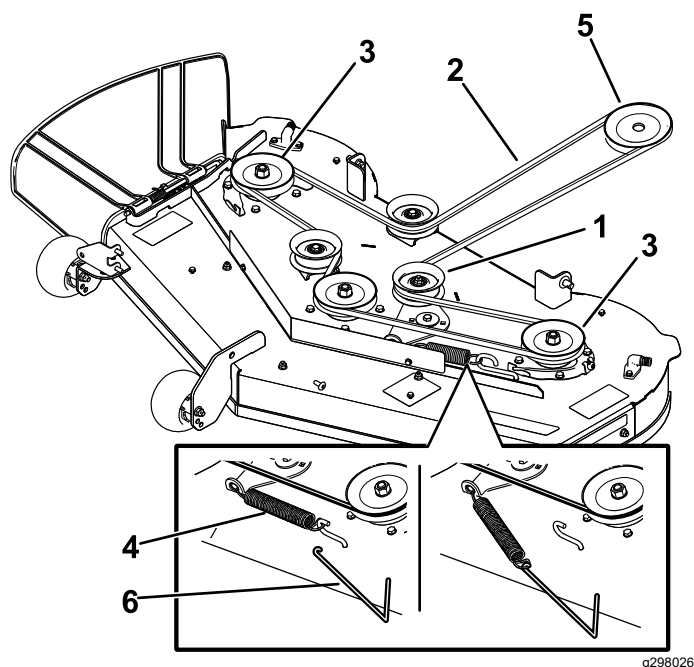

Figura 52
7. Pase la correa nueva alrededor de las poleas del motor y del cortacésped (Figura 52).
8. Usando una herramienta para la retirada de muelles (Pieza Toro N° 92-5771), instale el muelle tensor sobre el gancho de la carcasa y tense la polea tensora y la correa (Figura 52).